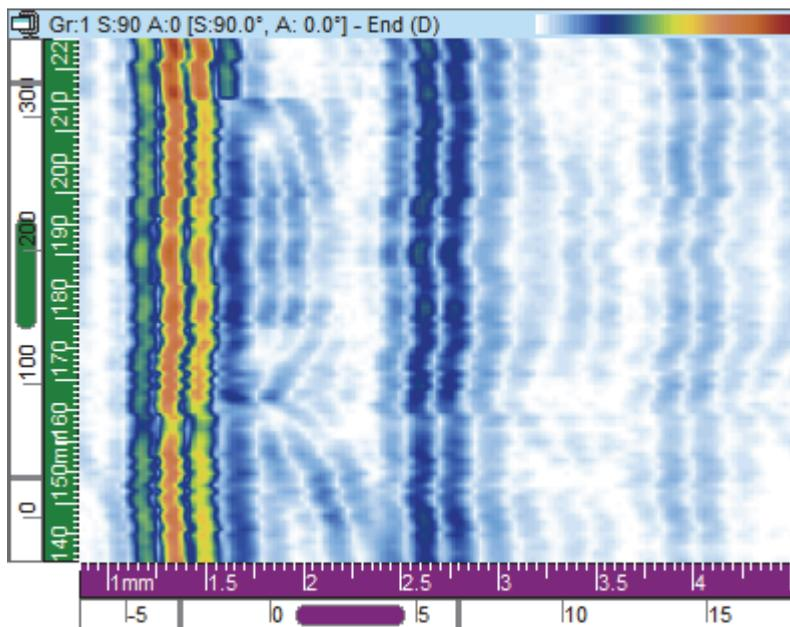

图 3-24 端视图 (D) 示例
端视图 (D) (参见第81页的图 3-24) 是所记录数据的一种二维图像表现形式。其中一个轴是已定义的步进轴; 另一个轴是未校正的超声声程。所显示数据的位置与采集时编码器的位置有关。在这个投影图上, 某一特定位置处的颜色对应于在这个位置处探测到的最大波幅 (在所限定的扫描轴范围内)。